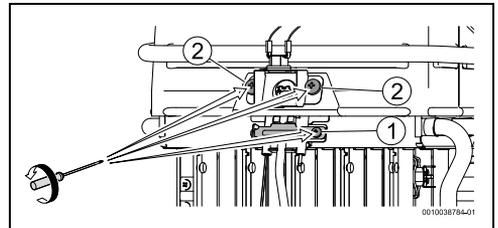

Bild 22
- ▶ Befestigungsschraube der Zündbrennerhalterung entfernen, Abb. 22, [1].
- ▶ Befestigungsschrauben der Halterung der Einrichtung zur Zustandsüberwachung der Brennkammer entfernen, Abb. 22, [2].